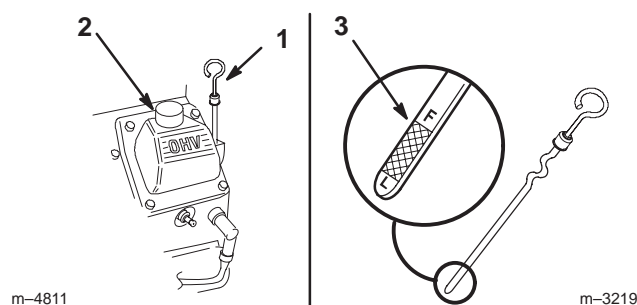

Figure 41
3. Nettoyez la surface autour de la jauge d'huile (Fig. 41) pour éviter que des impuretés ne s'introduisent dans le goulot de remplissage, ce qui risquerait d'endommager le moteur.
4. Sortez la jauge d'huile et essuyez soigneusement l'extrémité métallique (Fig. 41).
5. Enfoncez la jauge complètement dans le goulot de remplissage. Sortez de nouveau la jauge et examinez l'extrémité métallique (Fig. 41). Si le niveau est bas, versez lentement juste assez d'huile dans le goulot de remplissage pour amener le niveau au repère du plein (F).
7. Versez lentement environ 80 % de la quantité d'huile spécifiée dans le goulot de remplissage (Fig. 41) (voir Changement de l'huile moteur et du filtre, page 37).